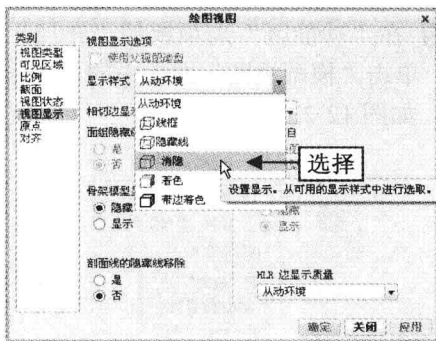

图 12-20 选择“消隐”选项
Step 07 单击“应用”按钮，在“类别”列表框中选择“视图显示”选项，单击“显示样式”右侧的下拉按钮，在弹出的下拉列表中选择“消隐”选项，如图 12-20 所示。